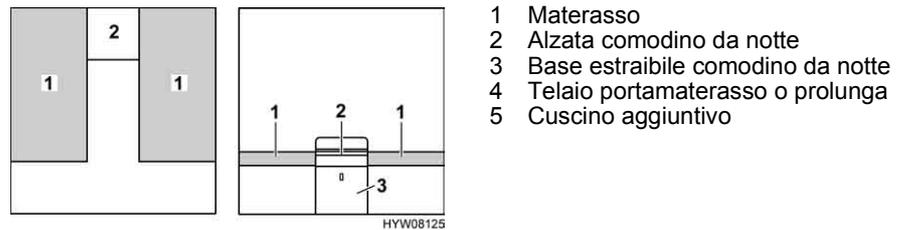

Fig. 115 Prima della trasformazione
- Rimuovere l'alzata del comodino da notte (Fig. 115,2) e metterla da parte.